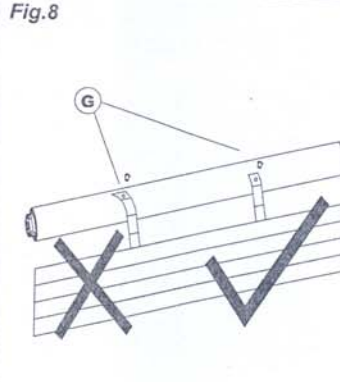

Fig.9
- Durante l'installazione, il motore e il tubo dovrebbero essere tenuti a livello parallelo e la porta e la finestra dovrebbero essere perpendicolari alla linea assiale del tubo (Fig.9).